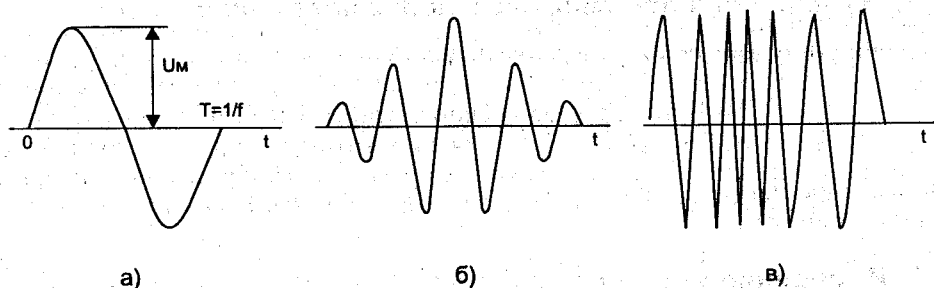

Рис. 1.4. Временная зависимость синусоидального сигнала: а — один период сигнала, б — амплитудно-модулированный сигнал и в — частотно модулированный сигнал
Самое широкое применение нашли синусоидальные переменные напряжения (рис. 1.4) и токи:
- θ — фазовый сдвиг (сдвиг зависимостей в долях периода, для рис. 1.4 фазовый сдвиг равен 0).
Поскольку все три параметра синусоидального сигнала неизменны во времени, то такие сигналы (напряжения или токи) называются *стационарными*. Если осуществляется их изменение во времени (*модуляция*), то сигналы будут *нестационарными* — см. рис. 1.4,б и 1.4,в. В большинстве случаев речь идет об измерении параметров синусоидальных сигналов или сигналов с медленно изменяющимися во времени параметрами. Это позволяет рассматривать такие сигналы как синусоидальные, хотя это и не совсем так — модулированные сигналы становятся уже не стационарными и не являются строго синусоидальными.
Временная зависимость синусоидального напряжения представлена на рис. 1.4,а. Нетрудно заметить, что напряжение плавно изменяется в пределах от $-U_M$ до $+U_M$, что создает изменение мощности во времени. Стало быть, можно говорить о мгновенной мощности